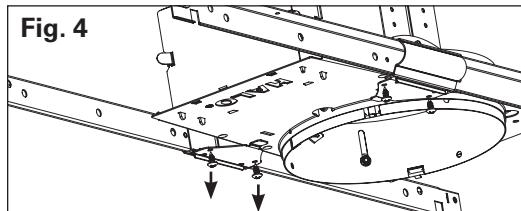

Fig. 4
1. Remove the two "No Fuss" bar hangers and brackets by removing the two screws that attach each bracket to the plaster frame. (FIG. 4)
1. Retirez les deux barres de suspension « No Fuss » (« sans complication ») et les supports en retirant les deux vis qui fixent chaque support à l'armature en plâtre. (FIG. 4)
1. Retire los dos ganchos de barra "No Fuss" y los soportes retirando los dos tornillos que fijan cada soporte al marco de yeso (FIG. 4)